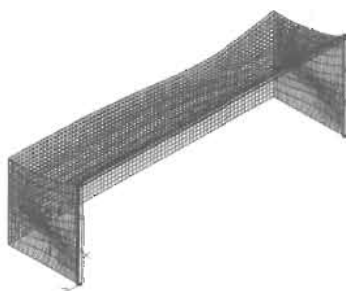

图 13-127
(7) 打开所有被隐藏的图层, 显示绘制的图形, 最终效果如图 13-127 所示。